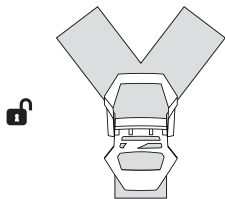

Fig. 3a
- Aprire il separatore a flangia (Fig. 3a) Il separatore a flangia deve essere posizionato in modo che le cinghie stiano. Rigide ma confortevoli. Il separatore a flangia deve stare sotto le orecchie, le cinghie non devono coprire le orecchie